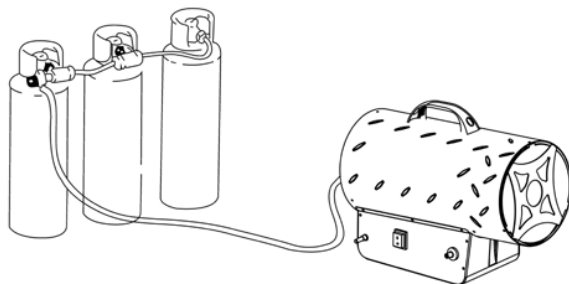

Рис. 1
1.9 Якщо обігрівач працюватиме тривалий час на максимальній потужності, на газовому балоні може утворитися лід. Це пов'язано з надмірним випаровуванням. Щоб уникнути такого ефекту або принаймні зменшити його, використовуйте великий балон або два балони, з'єднані разом (Рис. 1).